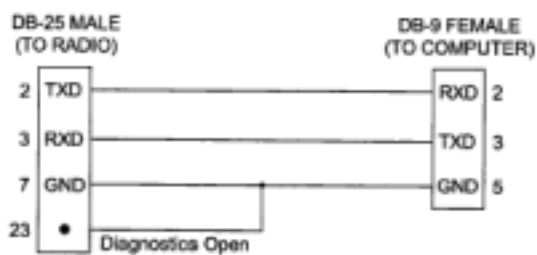

图 13 DB-25 到 DB-9 适配器连线
- 1、如图 13 所示连接电脑到电台的数据口，脚 23 必须接地，以激活控制和编程方式。它需要一个编程适配连线如图 13。